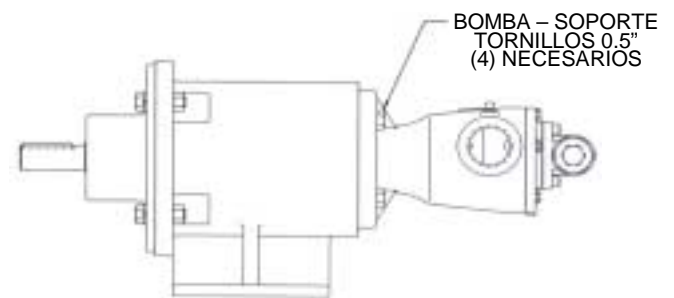

FIGURA 36
5. Termine el montaje sujetando la bomba al soporte (**Ver Figura 36**). Asegúrese de que el suministro de corriente a la bomba esté "Bloqueado". Compruebe si la bomba gira libremente. Para ello gire las hojas del ventilador del motor o el eje del porta cojinete.